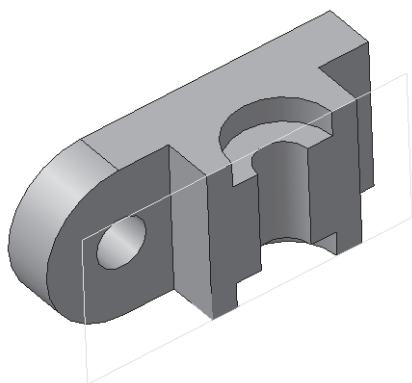

Рис. 233
-  – создайте объект (рис. 233);